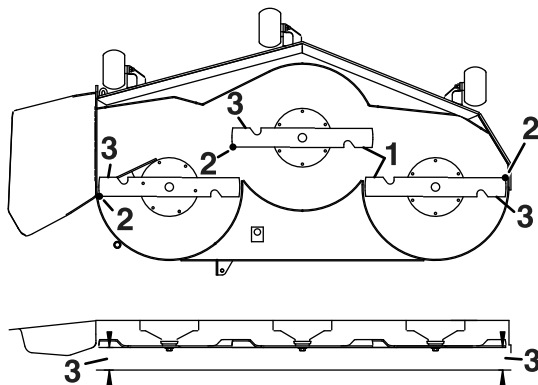

Figura 72
- Misurate la distanza tra i taglienti esterni e la superficie piatta (Figura 72).